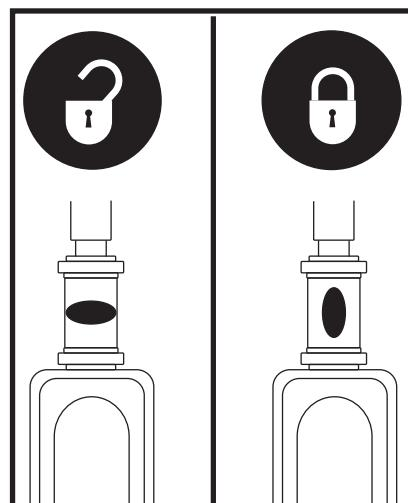

Figura 32. Bloccasterzo
2. Bloccare il manubrio in posizione diritta in avanti spingendo la manopola di blocco del manubrio e ruotandola in senso orario di 90°. Vedere figura 32. La ruota anteriore deve essere rivolta in avanti per bloccare il manubrio.
1. Estrarre la chiave dall'apposito interruttore e bloccare il manubrio in posizione diritta in avanti spingendo la manopola di blocco del manubrio e ruotandola in senso orario di 90°. Vedere figura 32. La ruota anteriore deve essere rivolta in avanti per bloccare il manubrio.
6. Sbloccare la ruota anteriore ruotando il manubrio di 90° in senso antiorario. **Vedere figura 32.**